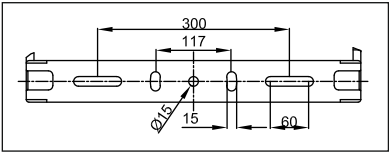

Рис. 1
- 5.10 Подготовьте пять отверстий для установки лиры на опорной конструкции, согласно отверстиям на лире (рис. 1). Опорная конструкция должна быть рассчитана на 10-кратный вес прибора.